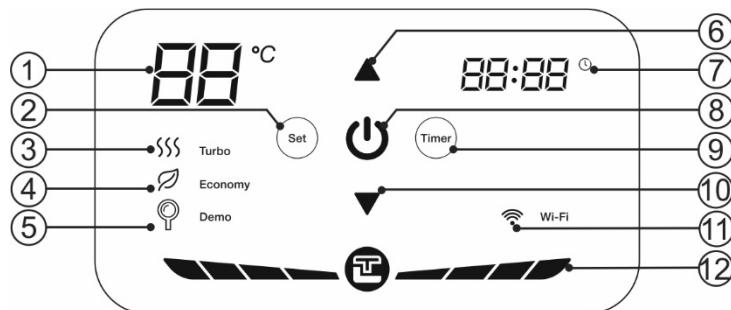

Рисунок 3. Панель управления
Рисунок 3: 1 – указатель температуры, 2 – кнопка «Set», 3 – индикатор «Turbo», 4 – индикатор «Economy», 5 – индикатор «Demo», 6 – кнопка «▲», 7 – указатель времени, 8 - кнопка «I/O», 9 – кнопка «Timer», 10 – кнопка «▼», 11 – индикатор «Wi-Fi» (опционно для моделей Wi-Fi), 12 – индикатор нагрева.
Включение/выключение ЭВН осуществляется кнопкой «I/O» на панели управления (Рис. 3, п.8), при этом на светодиодный индикатор показывает заданную температуру нагрева. Режим «Turbo» включается автоматически, при этом максимальная мощность составляет 2000 Вт. В процессе эксплуатации ЭВН потребитель может выбирать температуру нагрева при помощи двух клавиш «▲» «▼» (Рис. 3, п.6 и п.10). При кратковременно нажатии клавиш значение температуры будет изменяться на 1 градус в секунду, при долговременном нажатии – на 5 градусов в секунду. Диапазон регулировки температуры составляет от 30С до 75С, а температура по умолчанию составляет 75С. Нажмите кнопку «Set», чтобы переключить ЭВН в экономичный режим «Economy». При переходе в экономичный режим включается индикатор экономичного режима, и температура будет заблокирована на значении 55С при мощности нагрева 1300 Вт. В экономическом режиме температуру нельзя регулировать вручную. Нажмите кнопку «Set» снова, чтобы выйти из экономичного режима.
1. Установка времени включения. указатель времени (Рис. 3, п.7) должен светиться. Нажмите кнопку «Set», установить значение ЧАСЫ с помощью кнопок «▲»
«▼» (Рис. 3, п.6 и п.10). Кратковременное нажатие изменяет значение +1/-1, длительное нажатие - +5/-5. Диапазон значения ЧАСЫ: 0-23. Повторно нажмите «Set», установите значение минуты таким же способом.
2. Установка времени выключения. После установки времени включения нажмите кнопку «Set», иконка должна мигать. Нажмите кнопку «Set», установить значение ЧАСЫ с помощью кнопок «▲» «▼» (Рис. 3, п.6 и п.10). Кратковременное нажатие изменяет значение +1/-1, длительное нажатие - +5/-5. Диапазон значения ЧАСЫ: 0-23. Повторно нажмите «Set», установите значение минуты таким же способом.
3. При установке значения ЧАСЫ таймер отключится, если кнопок кнопок «▲» «▼» (Рис. 3, п.6 и п.10) не касаться более 5 секунд.